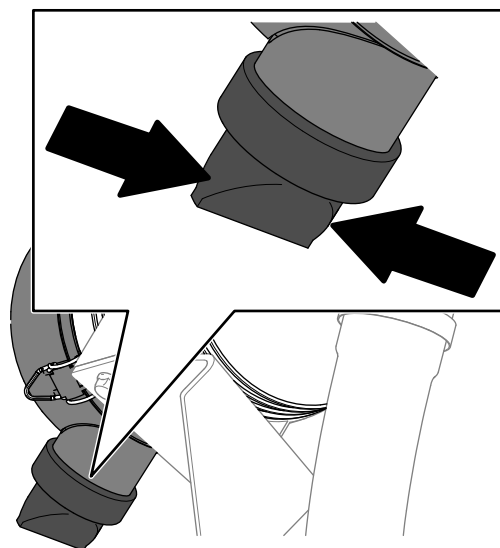

Figura 73
5. Apriete la válvula de expulsión de polvo (Figura 73).